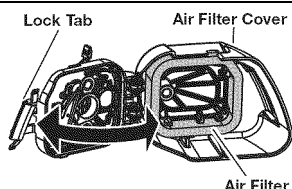

Рис. 22
1. Откройте крышку воздушного фильтра, нажав на защелки на нижней стороне крышки вперед. Затем потяните крышку воздушного фильтра на себя и вверх (Рис. 22).
2. Извлеките воздушный фильтр (Рис. 22).
3. Промойте фильтр в мыльном растворе моющим средством (Рис. 22). Промойте фильтр достаточным количеством воды и подождите, пока он полностью просохнет.
7. Установите на место крышку воздушного фильтра. Совместите пазы в верхней части крышки воздушного фильтра с язычками в верхней части задней стенки (Рис. 22). Опустите крышку вниз. Фиксатор на задней стенке воздушного фильтра должен защелкнуться в пазу крышки воздушного фильтра.